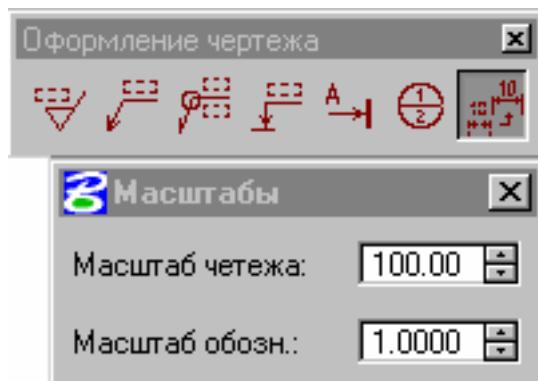

рис. 142
При выводе чертежей на принтер часто возникает потребность изменить масштаб изображаемого элемента. Если печатать рассчитанный на формат А1 чертеж на лист А4, возникает необходимость укрупнить обозначения. Для изменения масштаба размещаемых обозначений используйте диалоговое окно *Масштабы* (рис. 142), а в нем параметр *Масштаб обозн.*
- Изменить параметр *Масштаб чертежа* из диалогового окна *Масштабы* (рис. 142)